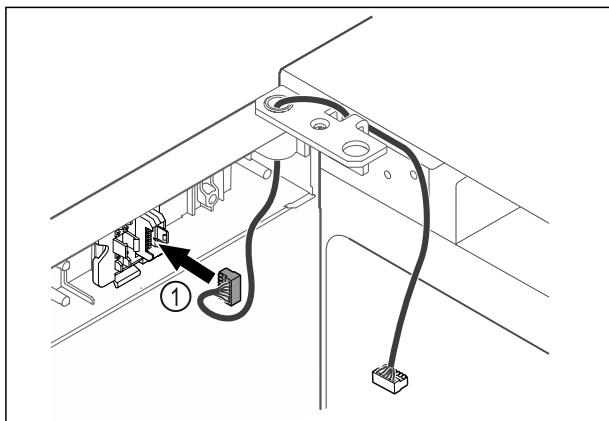

Fig. 45
- ▶ Pistke pistik Fig. 45 (1) pistikuhoidikusse.